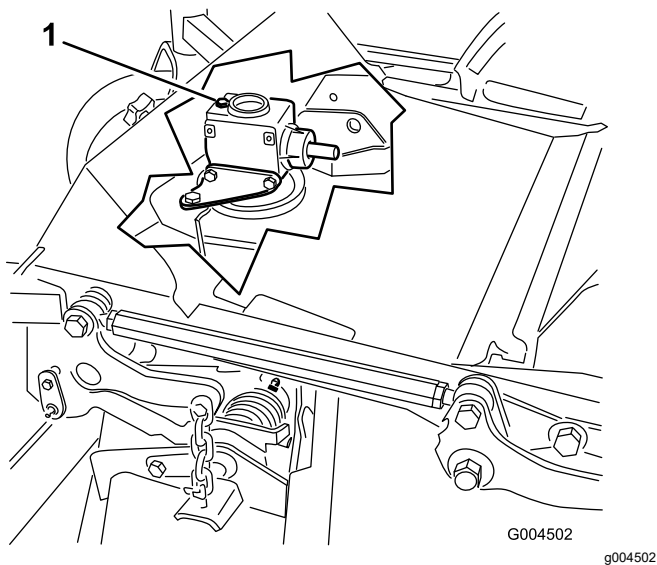

Figura 69
6. Retire la varilla/tapón de llenado de la parte superior de la caja de engranajes y asegúrese de que el lubricante está entre las marcas de la varilla (Figura 69).
6. Retire la varilla/tapón de llenado de la parte superior de la caja de engranajes (Figura 69).